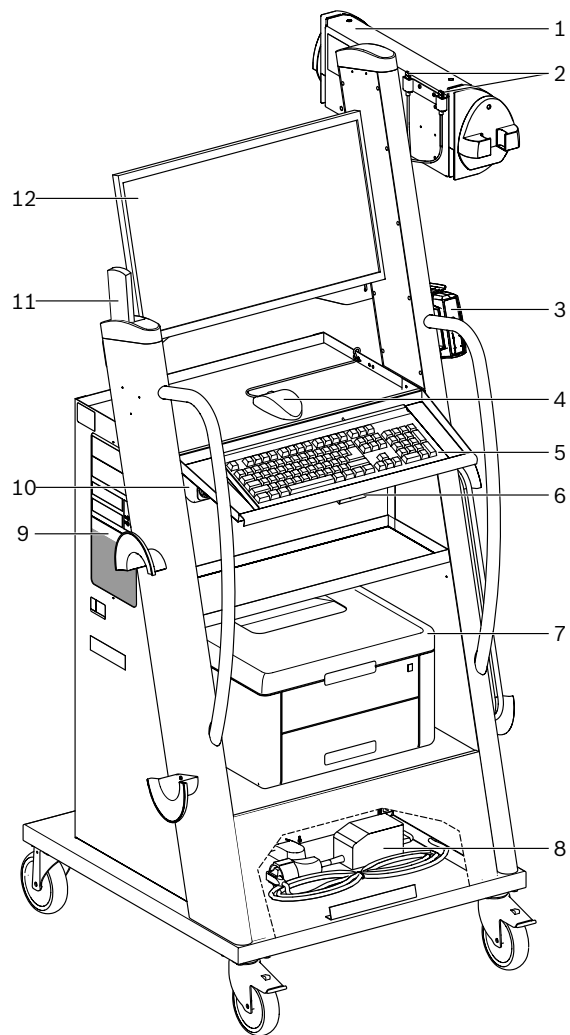
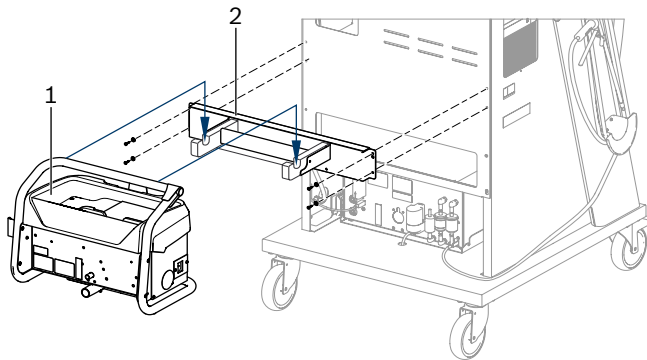

Рис. 1: Вид спереди FSA 740
Рис. 4: Монтаж крепления
2. Установить крепление для BEA 070 (рис. 4, поз. 2) на тележку.
3. Подвесить BEA 070 (рис. 4, поз. 1) в крепление, при необходимости вставить соединительный USB-провод в BEA 070 и USB-разъем на передней стороне компьютера (рис. 1, поз. 9).
4. Подключить сетевой провод к BEA 070 и к сетевому разветвителю (рис. 1, поз. 10).
7. Снять транспортные крепления с лазерного принтера согласно прилагаемой инструкции. Установить лазерный принтер (рис. 1, поз. 7) в тележку и подключить. Провод для подключения к сети и соединительный USB-провод в тележке готовы к подключению.
Включить или выключить FSA 740 центральным сетевым выключателем на передней стенке прибора (см. рис. 1, поз. 10).